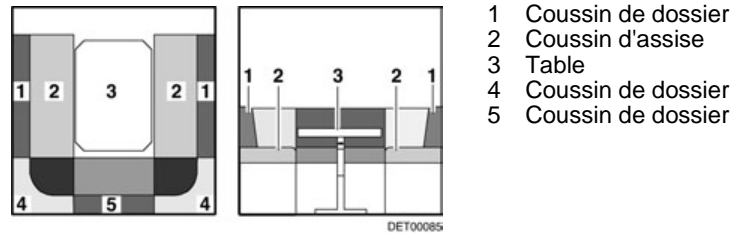

Fig. 119 Avant la transformation
- Convertir la table (Fig. 119,3) en sommier de lit (voir paragraphe 7.7).